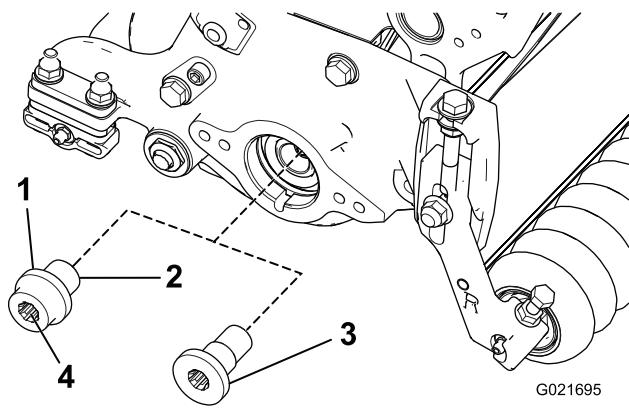

Figura 8
15. Utilizzando l'utensile per l'albero di trasmissione del cilindro, togliete l'inserto scanalato dal lato motore del cilindro dell'albero del cilindro (Figura 8).
16. Installate il nuovo inserto di azionamento scanalato (lungo) sull'albero del cilindro (Figura 8). Applicate Loctite 242 blu ai filetti dell'inserto prima dell'installazione. Serrate a 115-128 Nm.
17. Riempite l'estremità dell'inserto con un grasso universale (Figura 8).
19. Installate il nuovo inserto di azionamento scanalato (lungo) sull'albero del cilindro (Figura 8). Applicate